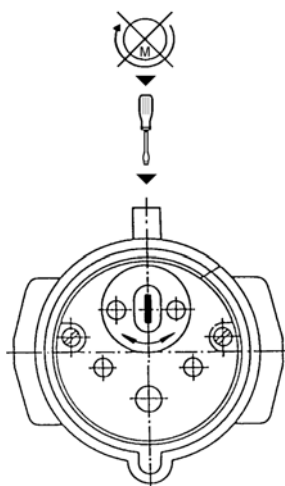

Bild 11
- In diesem Falle ist der **Phasenwender** im CEE-Stecker mit passendem Schraubendreher einzudrücken und um 180° zu drehen (Bild 11).